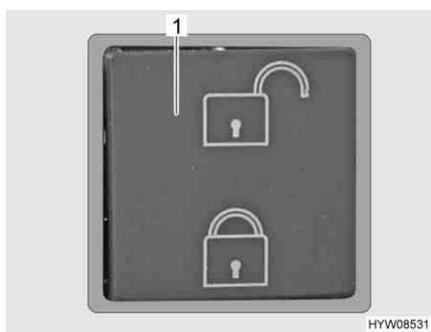

Fig. 53 Interruttore chiusura centralizzata per cassetti
- Premere la metà superiore del tasto (Fig. 53,1). I cassetti del blocco cucina sono sbloccati.
- Premere la metà inferiore del tasto (Fig. 53,1). I cassetti del blocco cucina sono bloccati.